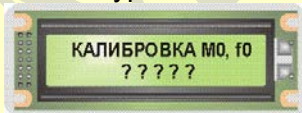

Рис. 9.10. Вид ЖКИ БУК при входе в режим «Калибровка»
- в ОСНОВНОМ РЕЖИМЕ нажать кнопку «+/--(N0)», ЖКИ БУК примет вид, приведенный на рис. 9.10;
- по запросу на ЖКИ БУК, приведенному на рис. 9.10, ввести пароль «67294», после ввода пароля, в зависимости от того, какой вид калибровки применяется в текущий момент, на ЖКИ БУК высветится:
9.2.5.2.2. В ОСНОВНОМ РЕЖИМЕ нажать кнопку «+/--(N0)» (при этом на ЖКИ высветится запрос, приведенный на рис. 9.10).